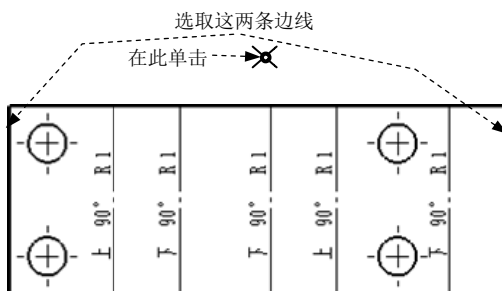

图 8.5.8 选取标注尺寸边线
(1) 选择下拉菜单 **工具(T)**  **尺寸(S)**  **智能尺寸(S)** 命令，系统弹出“尺寸”对话框。
(2) 选取要标注的边线。选取图 8.5.8 所示的两边线。
(3) 放置尺寸。在图 8.5.8 所示位置单击放置尺寸。